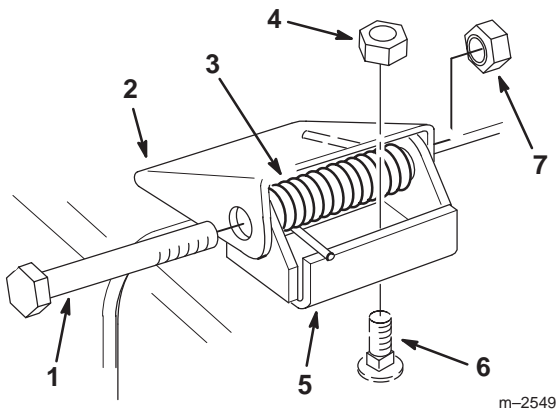

Bild 36
1. Entfernen Sie die Sicherungsmuttern, Schrauben und die Feder, mit denen die Ablenkblechbefestigungen an den Schwenkbügeln abgesichert sind (Bild 36).
2. Entfernen Sie, wenn die Schwenkbügel ausgetauscht werden müssen, die Schlossschrauben und Hutmuttern, mit denen die alten Bügel an der Oberseite des Auswurfkanals abgesichert werden und montieren die neuen Schwenkbügel. Stellen Sie dabei sicher, dass sich die Köpfe der Schlossschrauben an der Innenseite des Schneidwerks befinden (Bild 36).
3. Montieren Sie die Ablenkblechbefestigungen mit den Schrauben, Federn und Sicherungsmuttern zwischen den Schwenkbügeln. Stellen Sie sicher, dass sich die geraden Enden der Federn zwischen den Ablenkblechbefestigungen und dem Ablenkblech befinden (Bild 36).
4. Ziehen Sie die Sicherungsmuttern so weit fest, dass sie die Schwenkbügel berühren (Bild 36).